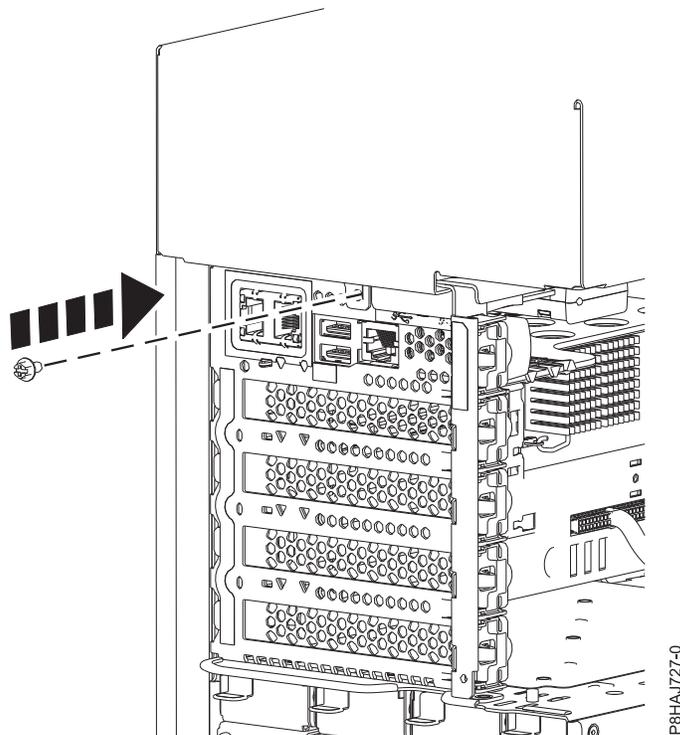

Figure 143. Installation de la vis capot latéral du 8286-41A
5. Installez la vis arrière du capot latéral à l'aide d'un tournevis cruciforme, comme illustré figure 143, à la page 165.